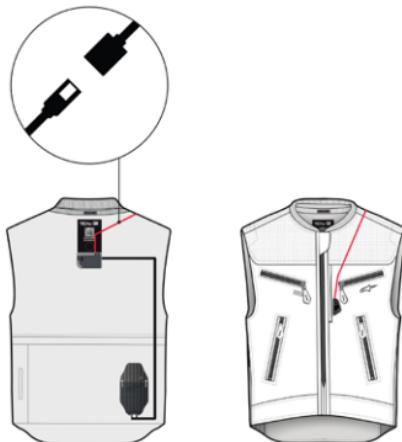

図16
- システムの背面にあるポケットにある電子制御ユニット (3) にアクセスします。ポケットにアクセスするには、ベストの内側にあるジッパーと面ファスナーのパッチを使用してベストを開きます。
- 図 16 に示されている、LED ディスプレイ (2) に電力を供給するケーブルを外します。